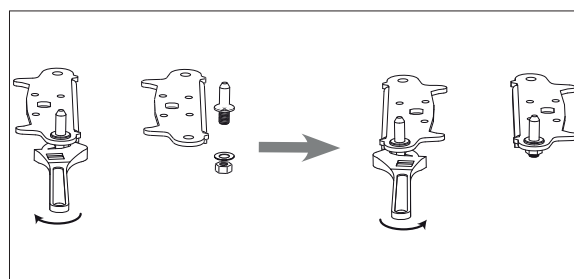

Fig. 13
- ▶ Retire la espiga de la bisagra inferior (fig. 13) con una llave para tuercas del 10 y vuelva a enroscarla en el lado opuesto.